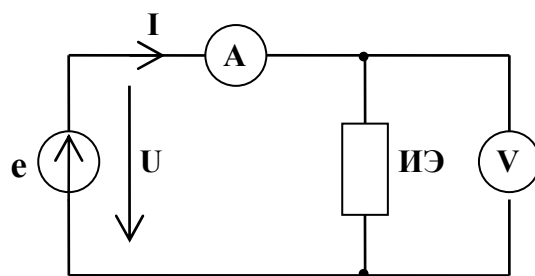

Рис.1.3
Измерение фактических параметров исследуемых элементов ИЭ произвести, используя метод амперметра и вольтметра по схеме рис.1.3.
Для определения активного сопротивления R_k реальных катушек их поочередно подключают к источнику ИП постоянного напряжения по схеме рис.1.3. При этом измерительные приборы необходимо перевести в режим измерения постоянных напряжения и тока. Напряжение источника ИП (в последующих экспериментах - источника синусоидального напряжения) установите таким, чтобы ток в катушках не превышал 100 мА.
Измерение модуля полного сопротивления Z_k и определение индуктивности L_k реальных катушек производите по схеме рис.1.3. Расчетные формулы
4. ВАХ конденсаторов и катушек снимают по схеме рис.1.3. Для этого увеличивая напряжение источника, начиная с нуля, производят четыре-пять измерений тока и напряжения на элементе. Ограничение - токи в катушках не должны превышать 100 мА.